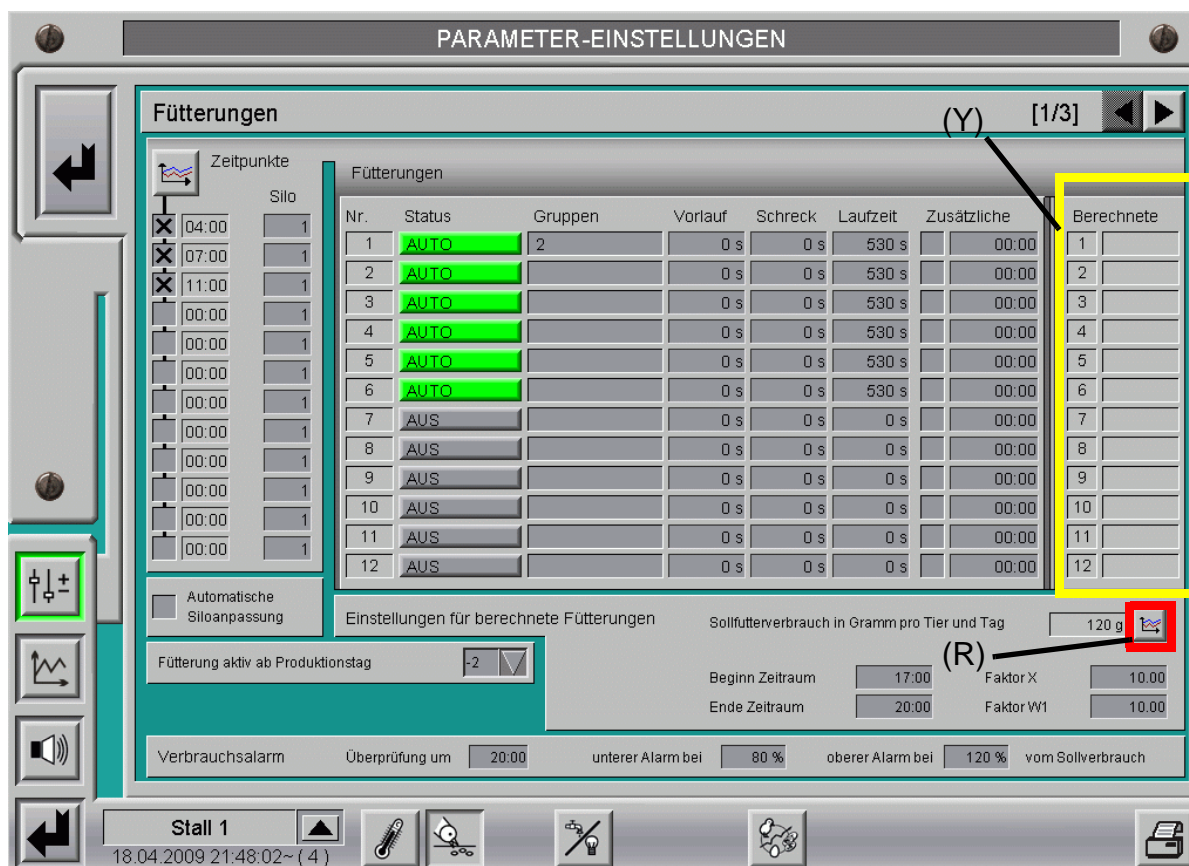

Bild 3-13: Einstellung zur automatisch berechneten letzten Fütterung
Um das gewünschte Sollfutter im Stall einzustellen, muss, wie im Bild 3-13 gezeigt, auf die rot (R) markierte Schaltfläche mit dem Kurvensymbol geklickt werden.